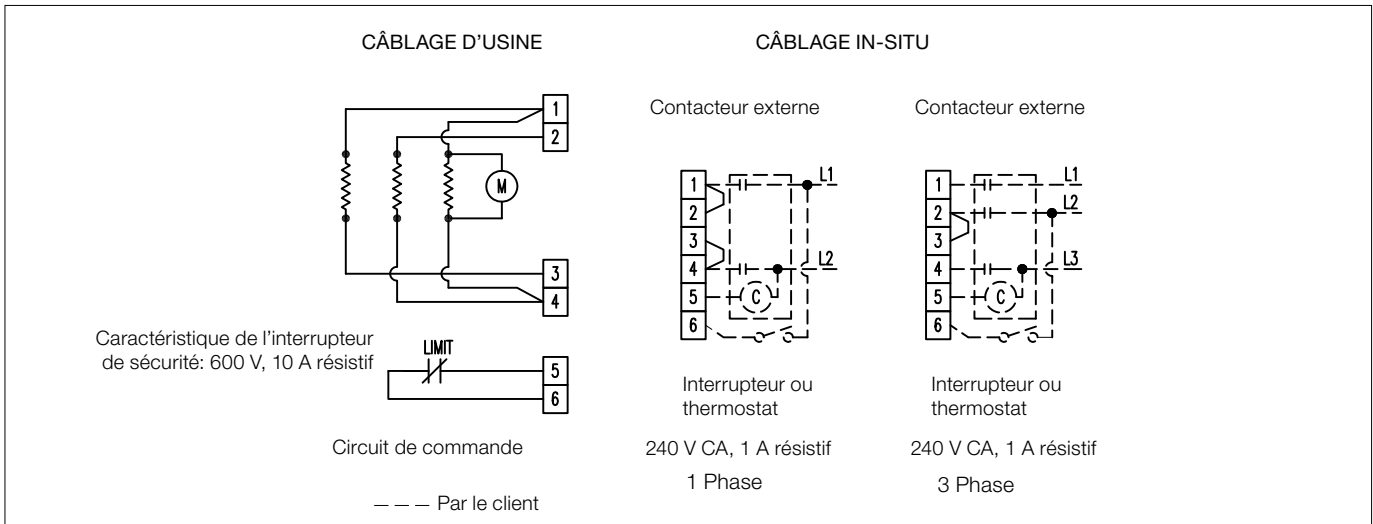

Figure 2E – Série RGE 15–40 kW. Schéma de câblage avec option de protection haute température. Modèles 208–600 V.
4. Les modèles qui ne sont pas munis d'un contacteur intégré devraient être dotés d'un interrupteur de sécurité intégré au circuit de commande d'un contacteur externe. Dans le cas d'une alimentation triphasée, le circuit de commande doit être relié à L2 et L3 qui alimentent l'élément chauffant central. Référez-vous à la Figure 2E, page 23. L'interrupteur de sécurité doit avoir des valeurs nominales de 600 V et 10 A résistif.